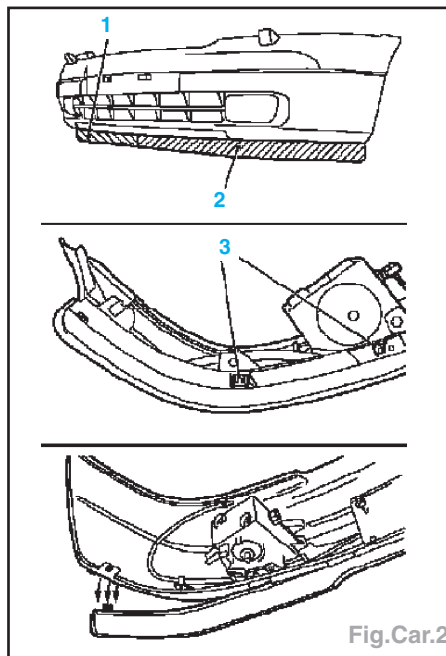

Fig.Car.2
- Déposer le bavolet (1 et 2) tenue par 4 agrafes et écarter les 8 ergots (3) de fixation (Fig.Car.2).